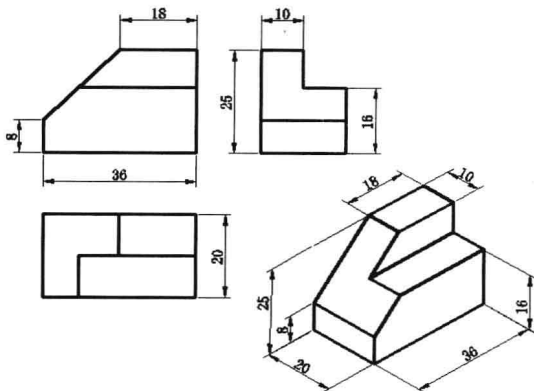

图 7-4-21
(17) 用同样的方法，使用对齐和倾斜命令标出轴测图的其他尺寸，如图 7-4-21 所示。